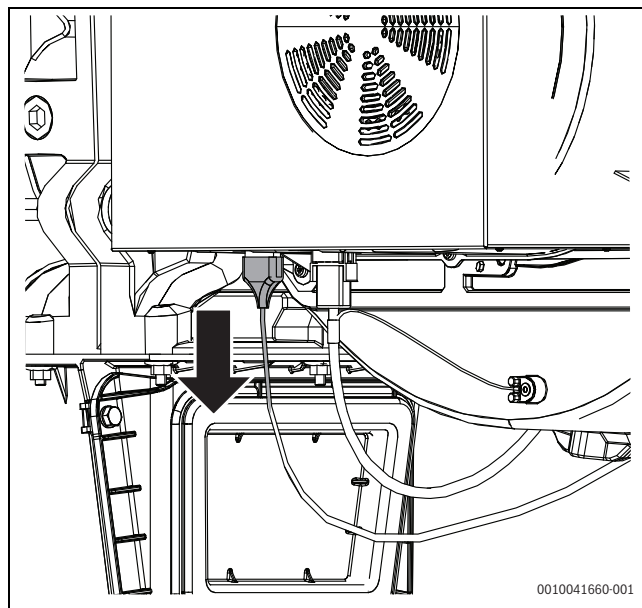

Fig. 6 Retirar as fichas no ventilador
- Retirar as fichas no ventilador (→fig. 6).